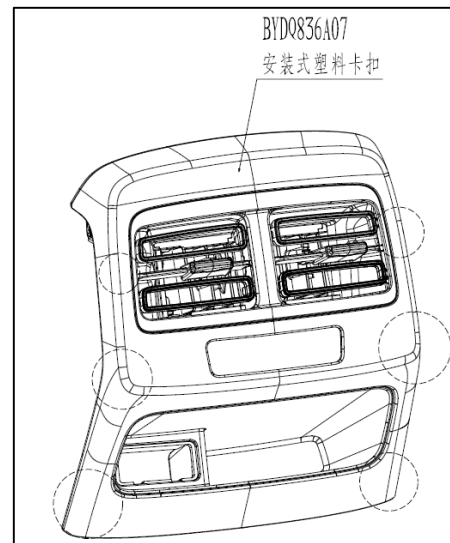

图 1.6.8 后饰板的拆卸
- (1) 后饰板的拆卸:用一只手把住后饰板的下边,从下往上用力把全部卡脚从安装孔中全部脱离,取出后饰板。如图 1.6.8 所示: